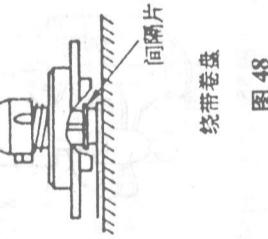

图 48
②卸下磁带盒负载机构;
③跨上基准平面板, 并将卷盘高度夹具置于其上。
步骤: ①检查卷盘是否在卷盘高度夹具的A、B部分之间, 如图48所示;
②如果卷盘不在高度夹具的A、B部分之间, 请更换卷盘的间隔片(0.5mm厚度)或